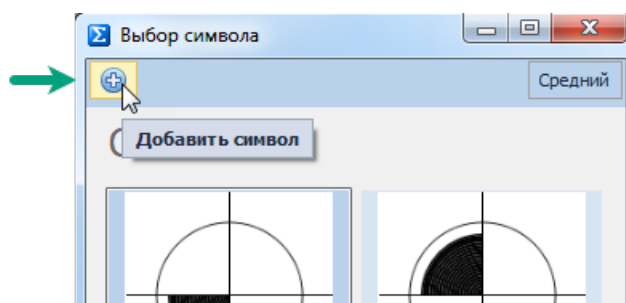

Рис. 421 Создание символа
4. Если в списке символов нет подходящего, создайте его самостоятельно. Для этого перейдите в редактор графических символов, нажав  в окне «Выбор символа», см. Рис. 421.